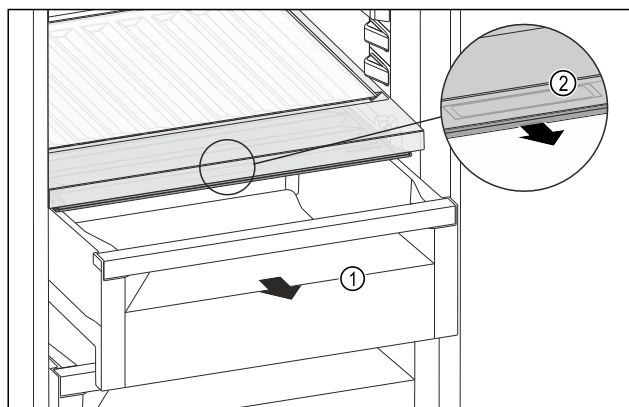

Fig. 156
- Tërhiqni jashtë sirtarin Fig. 156 (1).
- Kapni dorezën e futur Fig. 156 (2) në kapakun e ndarjes dhe në të njëjtën kohë tërhiqni përpara kapakun e ndarjes.